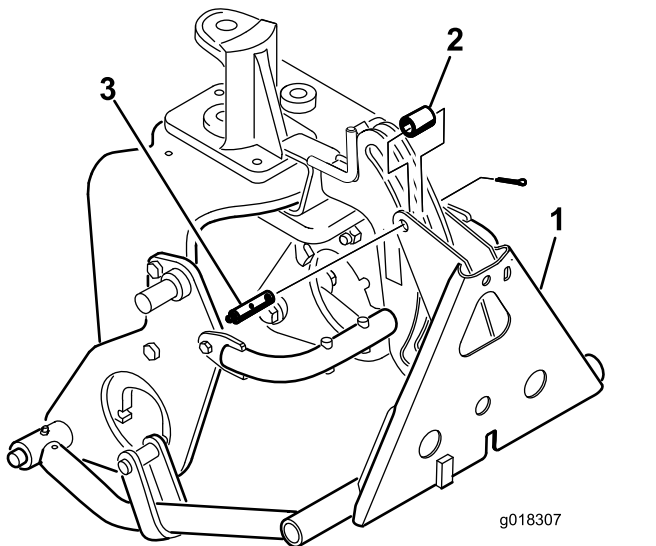

Figure 16
8. Fixez l'adaptateur au cadre d'attelage avec un tube, un axe de chape et une goupille fendue (Figure 16).